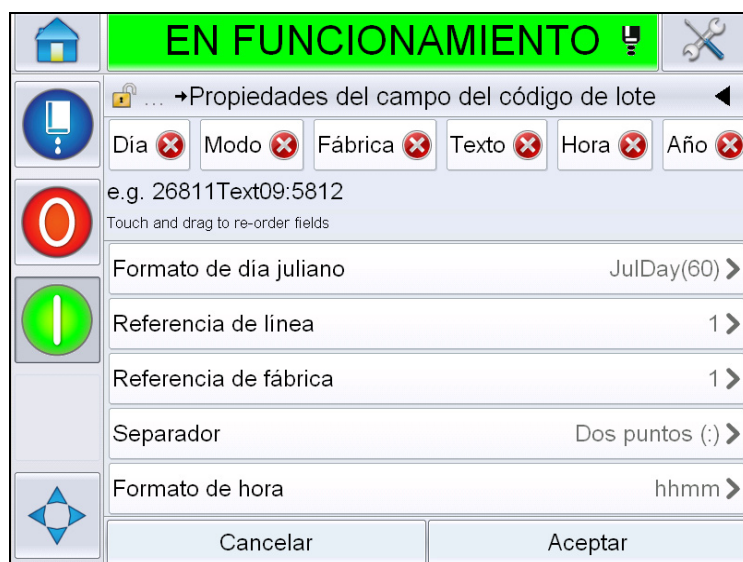

Figura 5-30: Página *Lot Code Field Properties*
- 9 Toque . Muestra la página *Add Field (Agregar campo)*. Seleccione el campo de código de hora/lote. Muestra la página *Lot Code Field Properties (Propiedades del campo del código de lote)* (Figura 5-30).